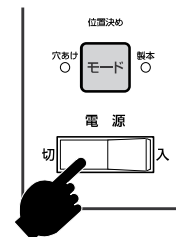

図38
- 1.電源スイッチを切ってください。 **図38 参照**